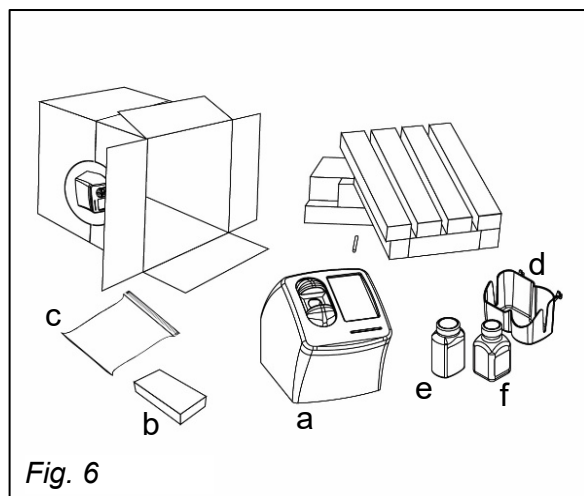

Fig. 6
2.2.7. Rimuovere i pannelli in schiuma dai lati dello strumento (Fig. 6)
Fare riferimento alla Fig. 6 sopra